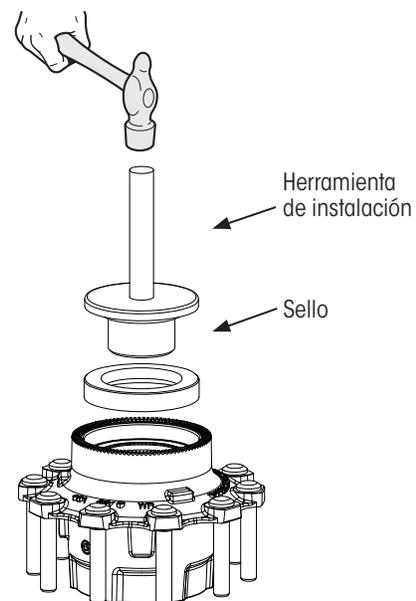

Figura 9: Instalación de sello montado en la maza
NOTA: Se recomienda una herramienta de instalación de sello para maza (Figura 9) y puede obtenerse del fabricante del sello.
7. **Coloque** el sello en la herramienta de instalación (Figura 9) para instalarlo en la maza de acuerdo con las instrucciones del fabricante del sello.